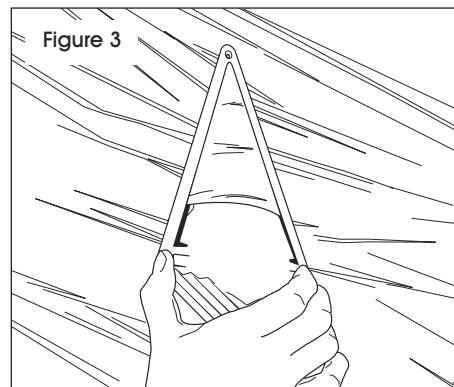

Figure 3
- While squeezing the end tabs, continue to push the vent upward until it reaches the locking notches. Smooth any wrinkles in the shrink and release the end tabs. (See Figure 3)
3. Tout en appuyant sur les languettes d'extrémité, continuez à pousser l'évent vers le haut jusqu'à ce qu'il atteigne les encoches de verrouillage. Lissez tout froissement dans le film rétractable et relâchez les languettes d'extrémité. (Voir Figure 3)